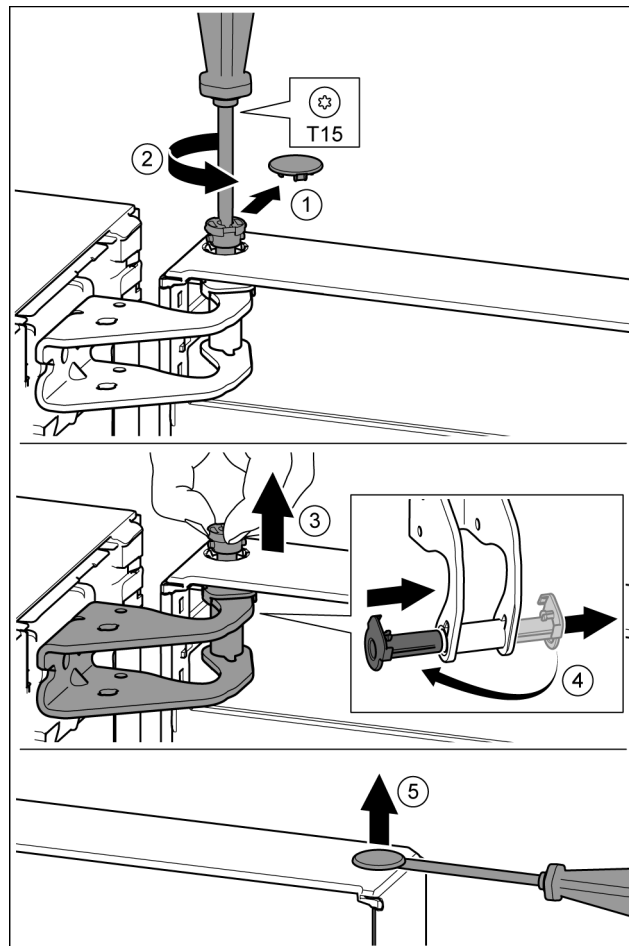

Fig. 9
- Bezpečnostní kryt opatrně stáhněte. Fig. 9 (1)
- Šroubovákem T15 o kousek vyšroubujte čep. Fig. 9 (2)
- Dveře držte a čep vytáhněte prsty. Fig. 9 (3)
- Vytáhněte ložiskové pouzdro z vedení. Vložte z druhé strany a zaklapněte. Fig. 9 (4)